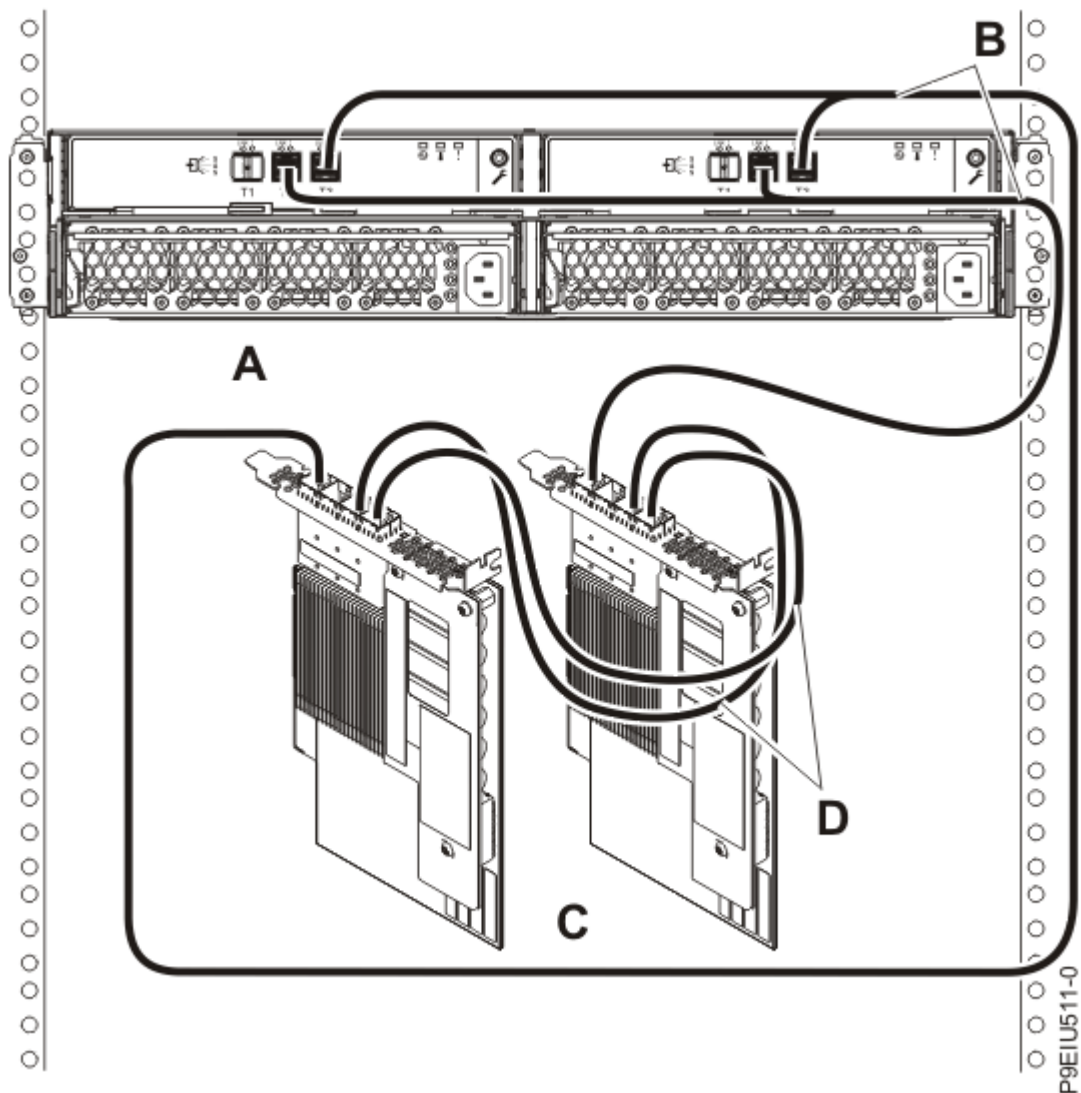

図 15. AA ケーブル付きの 1 対の FC EJ0L SAS アダプター・ペアまたは FC EJ14 SAS アダプター・ペアへの YO12 ケーブルを使用した、1 台の ESLS ストレージ・エンクロージャのモード 1 接続
15. 次に、20 ページの図 15 に示すように、YO12 ケーブル (B) を利用して、FC EJ0L SAS アダプター・ペアまたは FC EJ14 SAS アダプター・ペア (C) とアダプター間 (AA) ケーブル (D) を接続し、1 台のエンクロージャー (A) のモード 1 接続を完了し、29 ページの『ケーブルと電源コードの接続およびカバーの取り付け』に進みます。
- SAS アダプター・ペア (C) の各アダプターは、他方のアダプターおよび 12 個または 24 個のドライブ・ベイのすべてにアクセスできます。